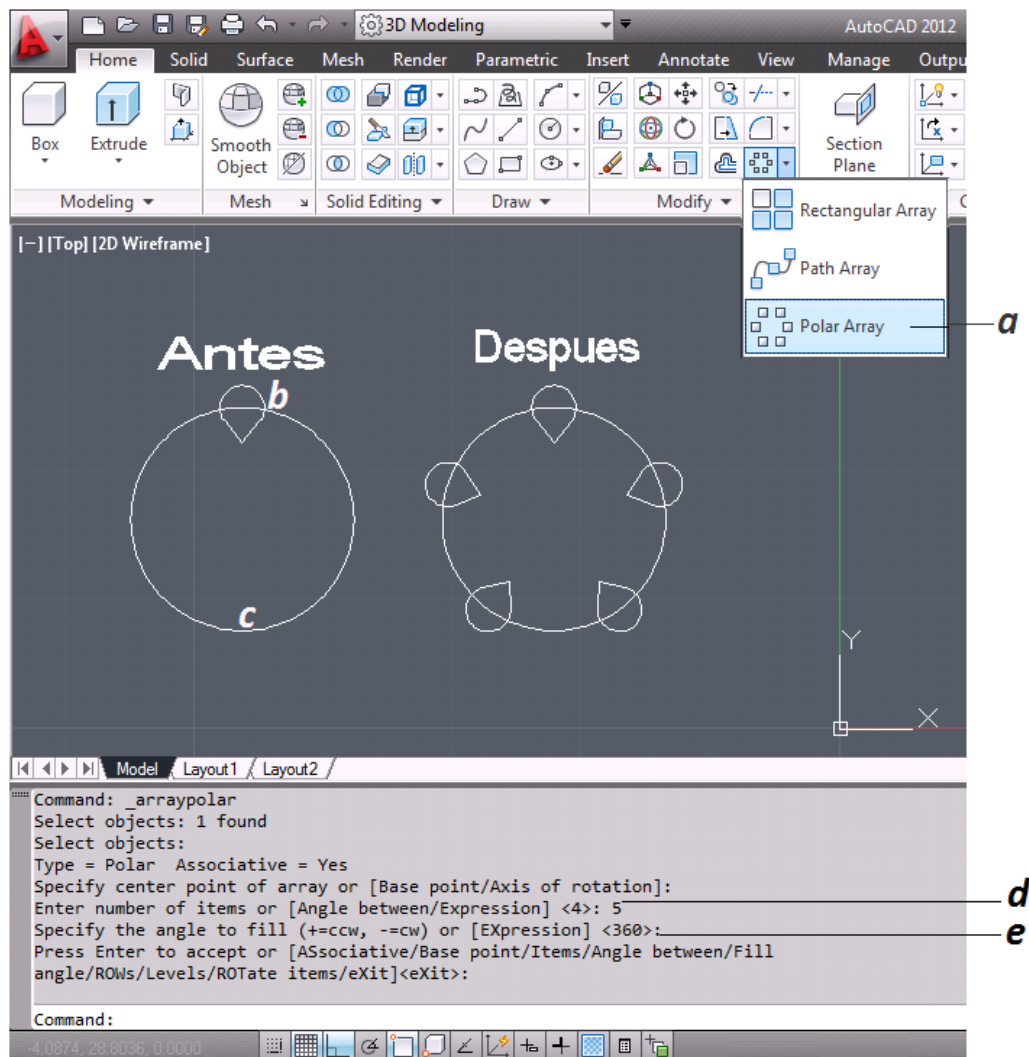

Figura 3.34 Modificación de Entidades “Matriz Polar”
- Se selecciona el icono Matriz Polar (Polar Array) (figura 3.34).
- Se selecciona la entidad que se copiara y enter (figura 3.34).
- Se selecciona el círculo para que el programa encuentre el centro (figura 3.34).
- Se introduce 5 que será el número de lados y enter (figura 3.34).
- Se introduce 360 para indicar que se copiaran a lo largo de la circunferencia y enter (figura 3.34).